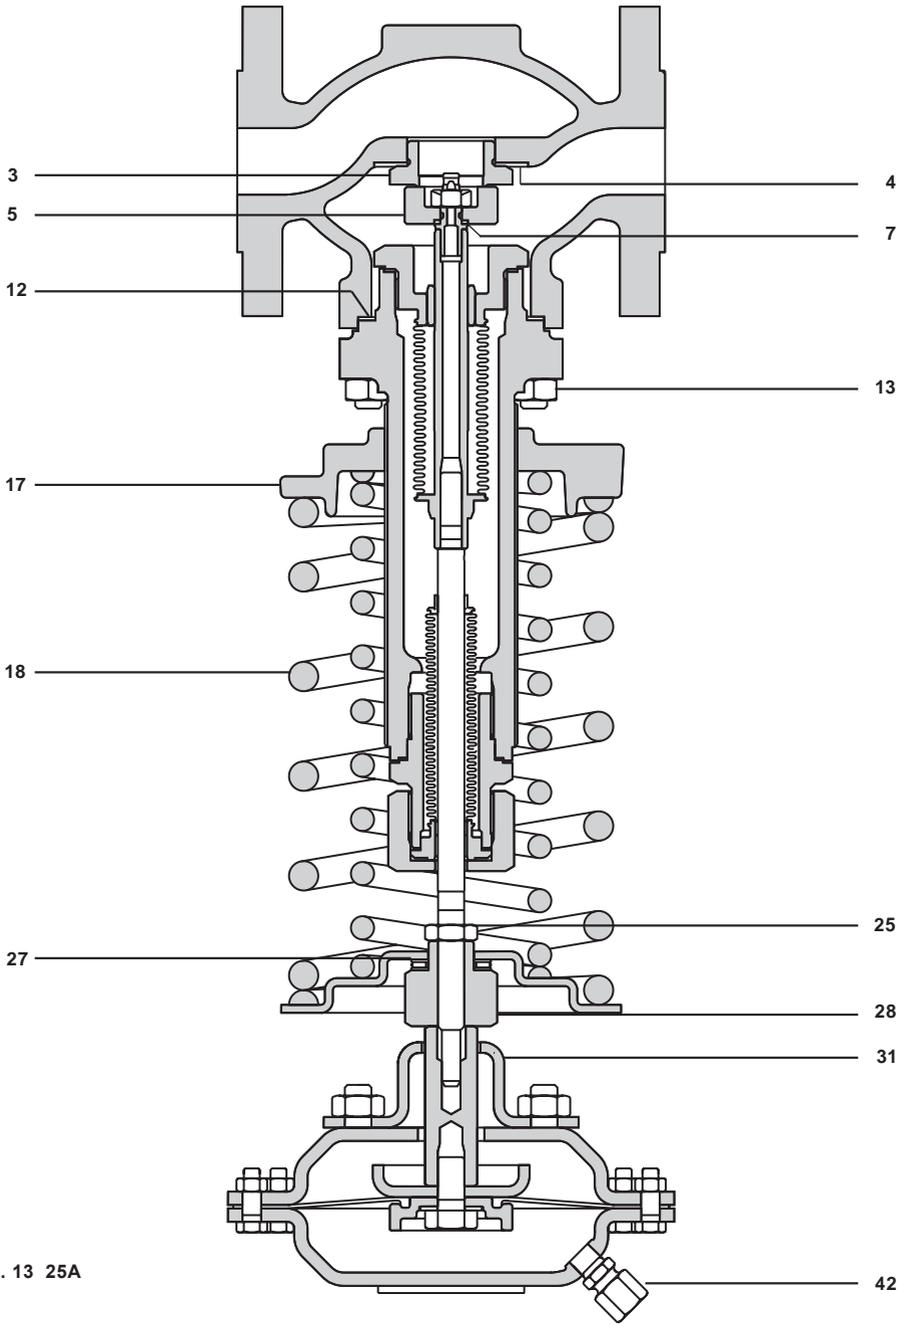

図. 13 25A
4.4.6 バルブ・ヘッドとシートの交換 (図 13):
4.4.7 ニードル・ベアリング・アセンブリーの交換 (図 13):